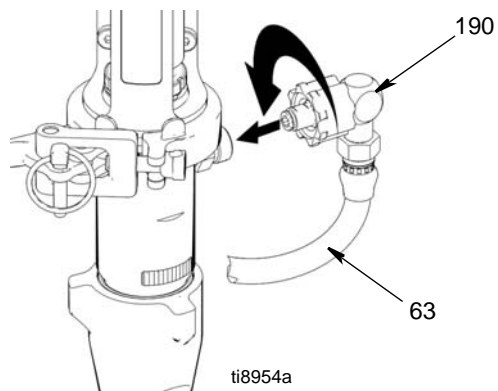

FIG. 26
7. (Fig. 26) Abra a braçadeira e alinhe a saída da bomba com o encaixe do tubo flexível (190). Instale o encaixe do tubo flexível de pintura (190) e o tubo flexível de pintura (63) na ligação da bomba e feche a braçadeira.